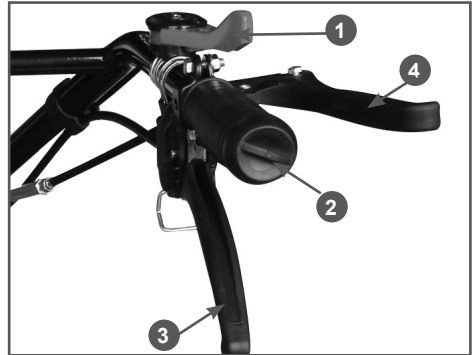

Рис. 20 Правая рабочая рукоятка
Рычагом газа 1 (Рис. 20) регулируйте скорость движения мотоблока
1. Исходное положение рычаг переключения передач в нейтральном положении (0).
4. Нажмите на рычаг реверса 3 (Рис.20).